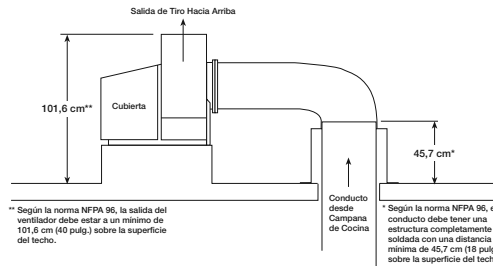

Figura 2 — Instalación
4. Acople el conducto de entrada al collar de entrada del ventilador. La norma NFPA 96 dispone que la conexión del conducto de entrada y el conducto estén completamente soldados en las aplicaciones de extracción para cocinas. Consulte nuevamente la Figura 2 en la página 4 para conocer las alturas mínimas de los conductos y de la salida del ventilador.